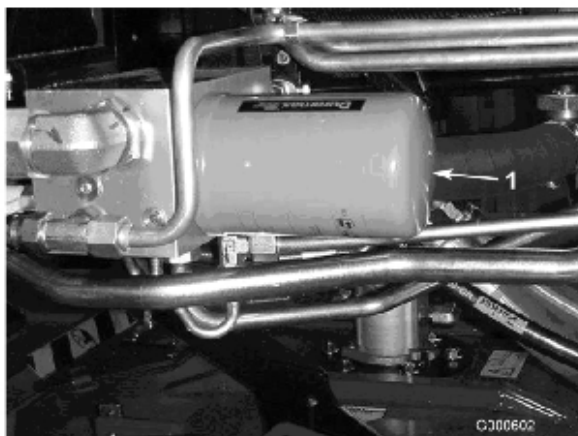

図 54
2. フィルタ容器の周辺をウェスできれいにぬぐう。フィルタ（図 53と図 54）の取り付け部周辺をきれいにふき、下に廃油受けを用意し、フィルタを外す。